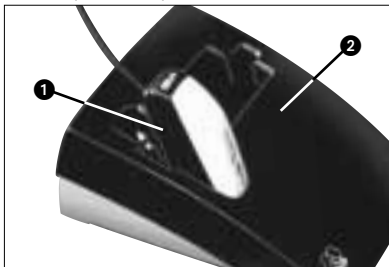

Fig. 3: Carregar o acumulador com o carregador opcional CU 40
3.2 Uso com acumulador (Veja fig. 3)
Para carregar o acumulador só precisa colocar o emissor (1) no carregador opcional CU 40 (2) como demonstrado na fig. 3.